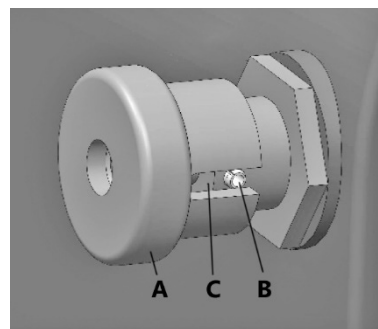

Рисунок 4.
- Вытащите ручку А блокировки шпинделя (рис. 4) и поверните так, чтобы упор расположился на штифте В (штифт вне паза С ручки). Ручка А находится на задней стороне передней бабки.
- Заблокируйте шпindelю (рис. 4). Вставьте выколотку С в отверстие D на обечайке планшайбы А и при помощи рожкового ключа Е полностью зафиксируйте планшайбу.
- Заблокируйте шпindelю (рис. 4) и вставьте выколотку в отверстие С на обечайке планшайбы А и при помощи гаечного ключа D открутите планшайбу, вращая её против часовой стрелки.
Переведите замок шпинделя в закрытое положение (штифт внутри паза ручки блокировки, рис. 4), чтобы легче установить нужную точку на шкиве.